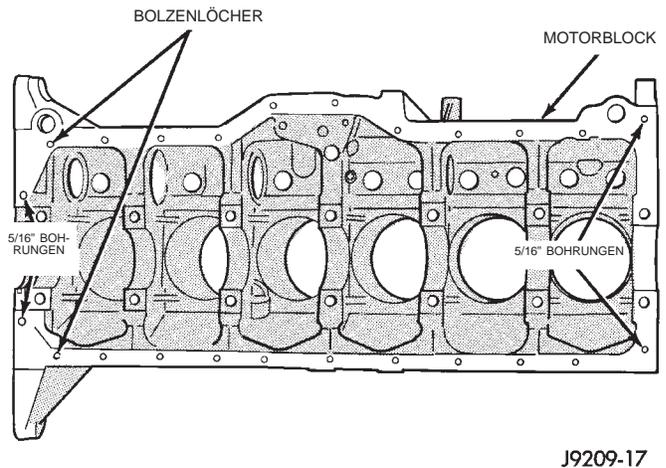

Abb. 49 Lage der Zentrierbolzen im Motorblock
- (3) Je zwei Bolzen im Steuerkettendeckel und Motorblock anbringen (Abb. 49).
- (4) Mopar® Silicone Rubber Adhesive Sealant auf Motorblock an den hinteren Hauptlagerdeckeln und